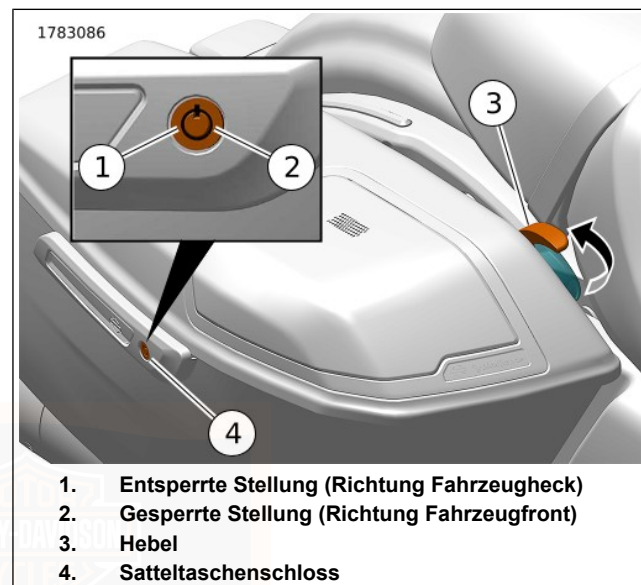

Abbildung 69. Satteltasche
Schlüssel: Siehe Abbildung 69. Den Schlüssel in das Schloss einführen. Den Schlüssel einstecken und um eine Vierteldrehung Richtung Fahrzeugfront drehen. Schlüssel zurück in mittlere Position bringen und herausziehen.
Schlüssel: Siehe Abbildung 69. Den Schlüssel in das Schloss einführen. Den Schlüssel einstecken und um eine Vierteldrehung Richtung Fahrzeugheck drehen. Schlüssel zurück in mittlere Position bringen und herausziehen.
1. Siehe Abbildung 69. Satteltasche entriegeln.
2. Den Satteltaschenhebel (3) anheben.
1. Siehe Abbildung 69. Den Satteltaschendeckel zuklappen.
2. Den Hebel (3) nach unten drücken, bis die Verriegelungen einrasten. Überprüfen, dass der Deckel sicher geschlossen ist.
1. Siehe Abbildung 69. Die Satteltasche öffnen.